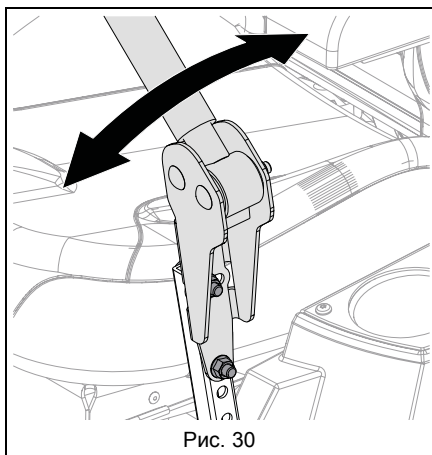

Рис. 30
8. Ослабьте затяжку крепежных элементов, выровняйте положение рычагов и затяните крепежные элементы. См. Рис. 30.